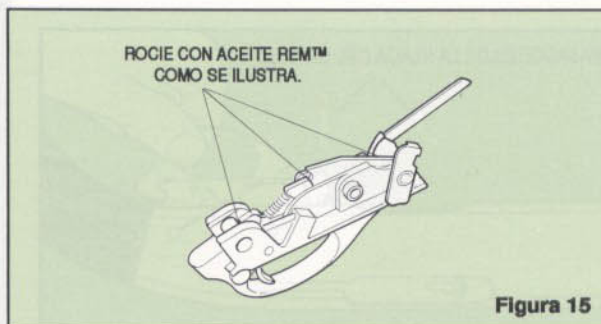

Figura 15
5. Rocíe el mecanismo de la placa del gatillo con aceite Rem™ de la manera ilustrada. Vea la Figura 15. Deje reposar durante 15 minutos. Rocíe otra vez para lavar los componentes. Sacuda el exceso de lubricante.